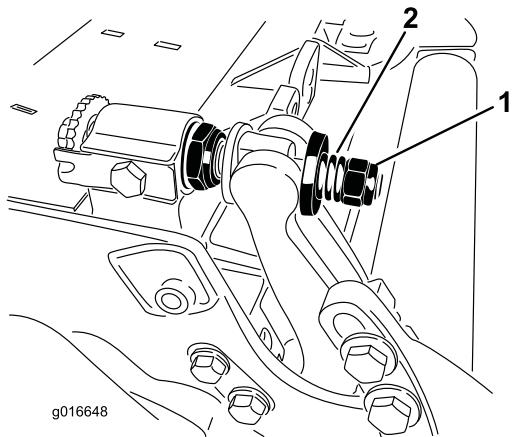

Figure 32
5. Serrez l'écrou de tension du ressort jusqu'à ce que les spires soient jointives, puis desserrez-le de 1/2 tour (Figure 32).
- complètement comprimé, puis desserrez l'écrou de 1/2 tour (Figure 32).